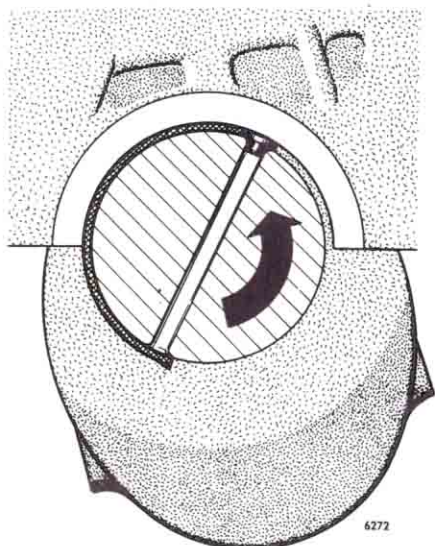

Fig 17. Demontering av ramlager-skål.
2. Ta bort ett ramlageröverfall åt gången. De övre lagerskålarna tas bort med hjälp av ett lämpligt stift, som placeras i vevaxelns oljekanal se fig 17, varefter vevaxeln vrids runt i motorns rotationsriktning. Se till att stoppknappen är helt utdragen innan motorn dras runt.